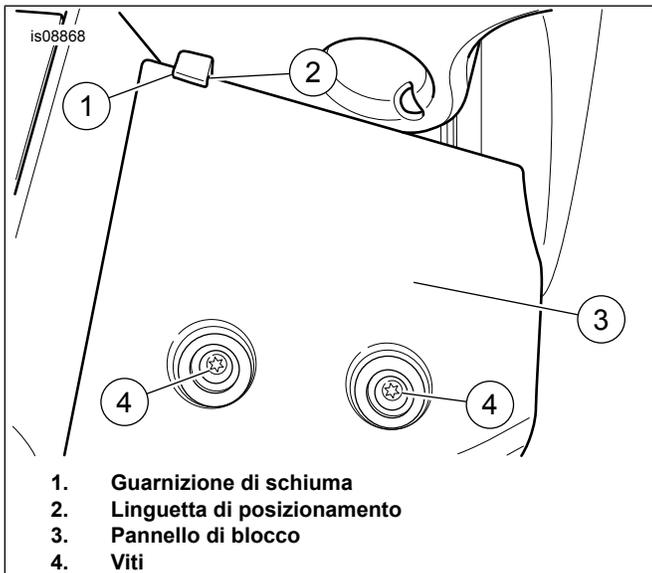

Figura 9. Pannello di blocco e schiuma della linguetta di riferimento
10. Vedere Figura 9 Piegare un pezzo di guarnizione (1) ritagliata sulla linguetta di riferimento (2) del pannello di blocco. Installare il pannello (3). Applicare una goccia di Loctite 243 – blu alle filettature pulite delle viti (4). Installare le viti. Serrare.